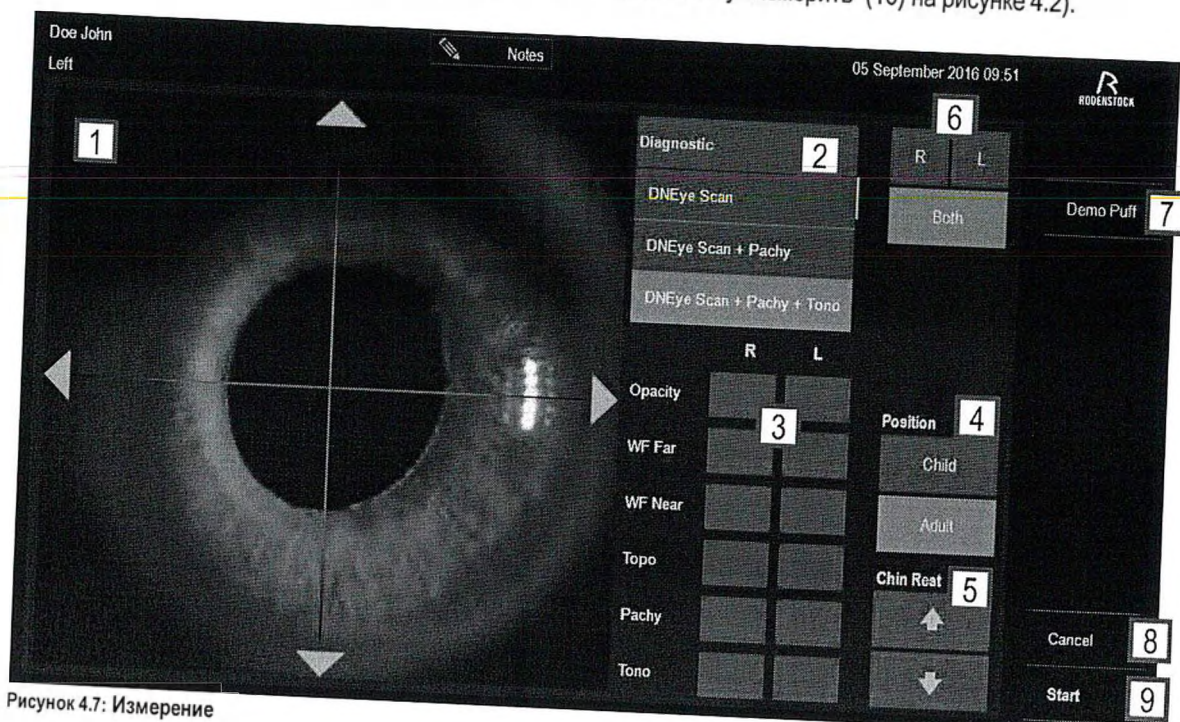

Рисунок 4.7: Измерение
Для быстрого выбора в окне "Фильтр" (1) необходимо набрать первые буквы нужного имени. Например, введите "SCH", и база данных покажет вам только тех клиентов, чьи имена содержат в себе "Sch" (например, Schubert, Schultze или Schmidt). Прокрутка листа вверх или вниз поможет вам найти определенного клиента. Как только вы выберете клиента на экране отобразится список сохраненных измерений для этого клиента. Нажмите кнопку "Измерить" (10), чтобы провести измерение для выбранного клиента. Вам откроется экран "Измерение" (см. Рисунок 4.7). Для просмотра результатов предыдущих измерений выбранного клиента найдите его актуальную дату визита из базы данных измерений и нажмите кнопку "Отобразить" (11) на Рисунке 4.2.
Выберите нужный вид исследования с помощью кнопки «Модуль измерения» (2 Рисунок 4.7). Нажмите кнопку «Измерение» (9 Рисунок 4.7). Над зрачком появятся кольца. Эти кольца не обязательно должны располагаться по центру перед зрачком.
Вы можете увидеть статус текущего измерения на шкале прогресса (3 Рисунок 4.7) справа от окна изображения. Дисплей мигает зеленым во время проведения исследования.
Вы можете отменить измерение, нажав кнопку "Отмена" (8) (Рисунок 4.7).